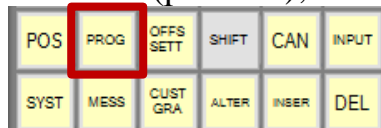

Рис.126. Кнопка «PROGRAM»
10. Перейти в меню «PROGRAM» (рис.126);
8. Перейти в меню «PROG» (рис.126);